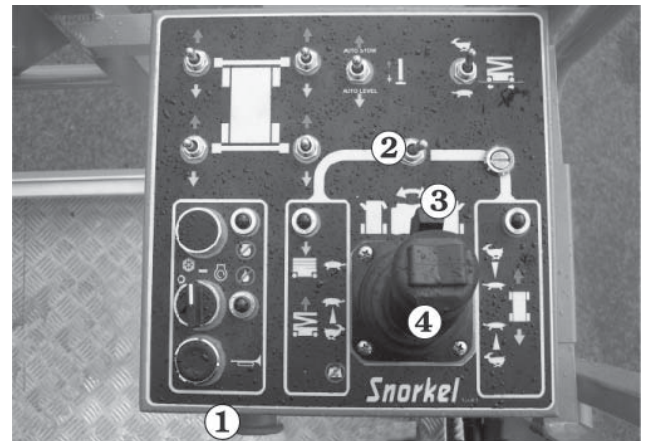

Abb. 9.3
2. Stellen Sie den **Wahlschalter** ② (siehe Abb. 9.3) auf Plattform (linke Stellung).
3. Drücken Sie die **Sicherheitsbedienung** ③ zusammen und bewegen Sie den **Joystick** ④ (siehe Abb. 9.3) nach vorne. Die Plattform müsste sich jetzt senken. Falls sie sich nicht senkt, jemand am Boden zur Hilfe rufen.